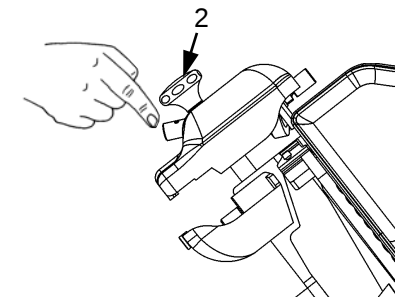

Abb. 44
3. dann loslassen, der Zapfen c muss auf der Gegenhülse d einschnappen (Abb.44);